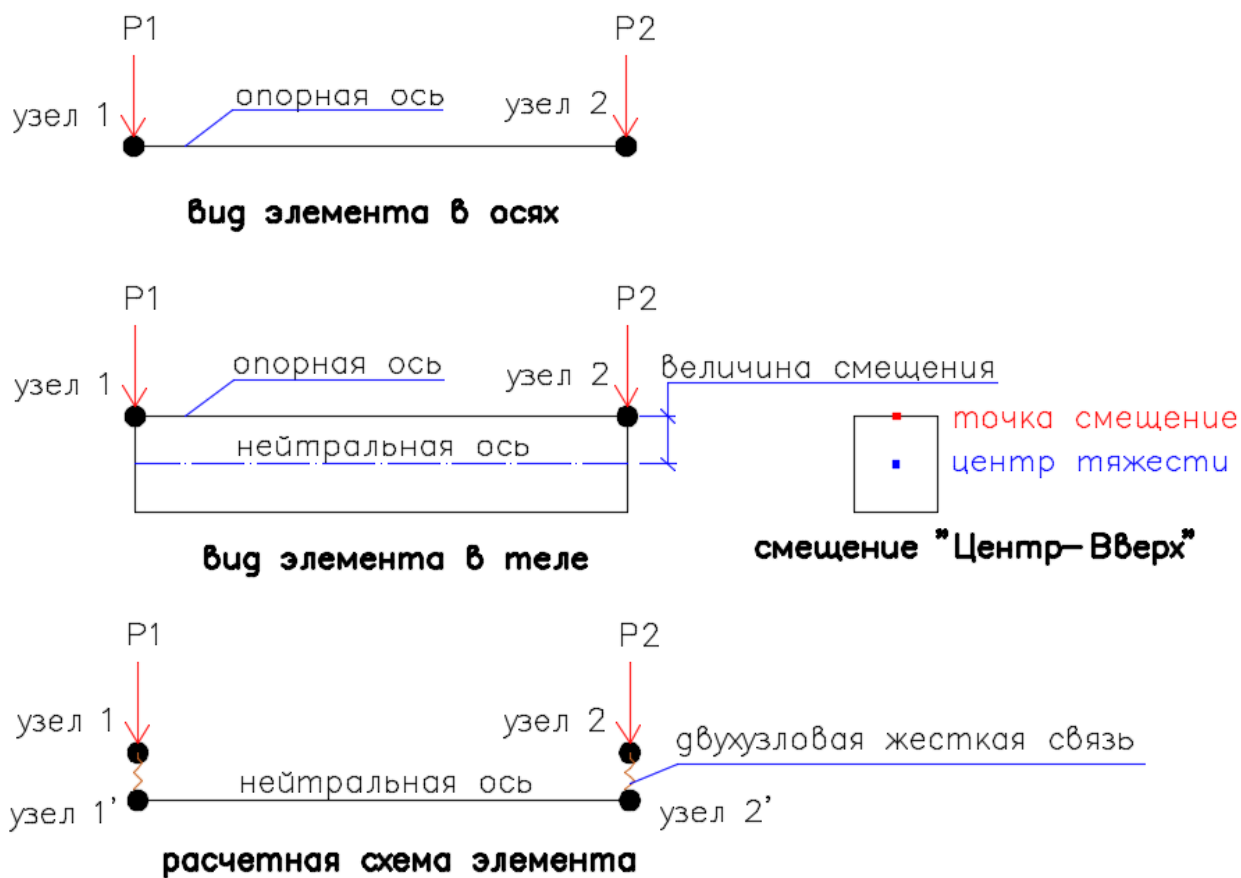

Рисунок 2.32 – Влияние смещения на приложение узловых нагрузок
Если смещение назначено сечению, узловая нагрузка (P) остается добавленной к соответственному узлу, несмотря на смещение (см. Рисунок 2.32).